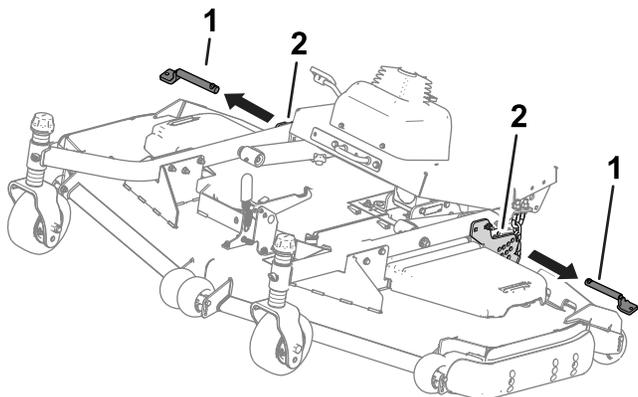

Рисунок 35
4. Извлеките штифты из пластин регулировки высоты скашивания (Рисунок 35).